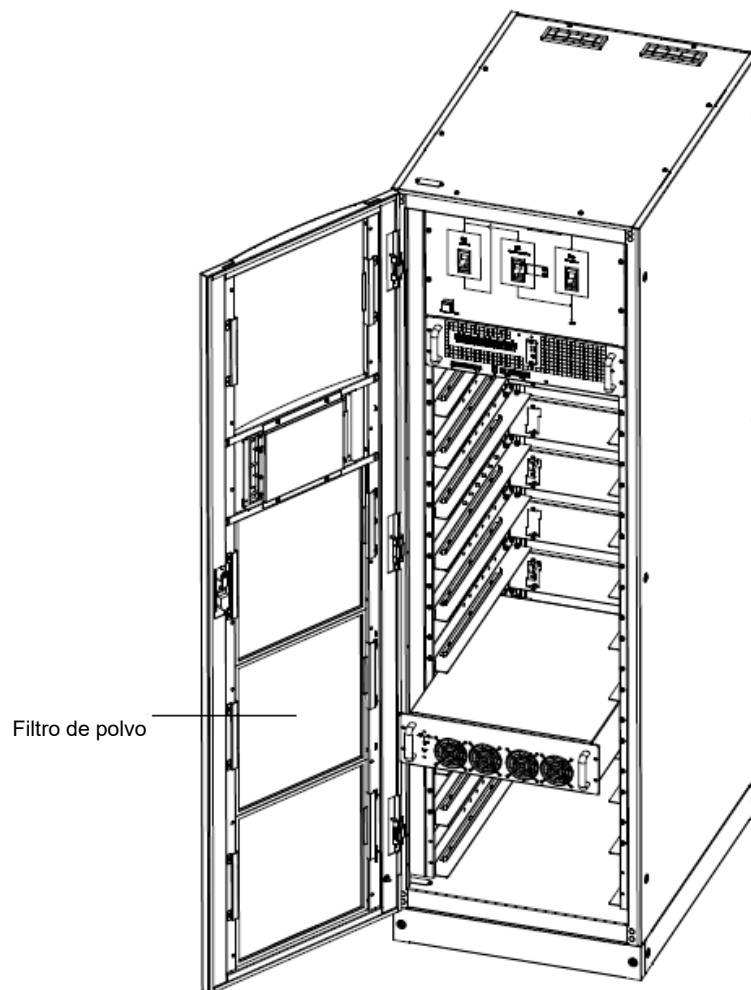

Fig. 8-1: Filtro de polvo
1. Abra la puerta delantera del SAI y localice los filtros en la parte posterior de la misma (ver Fig. 8-1).